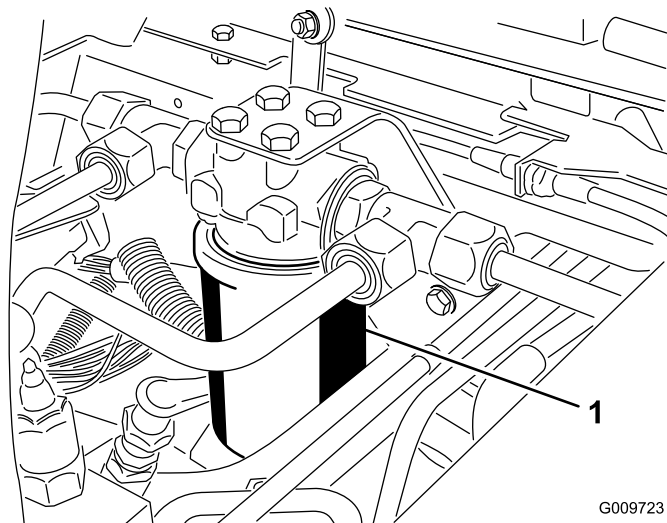
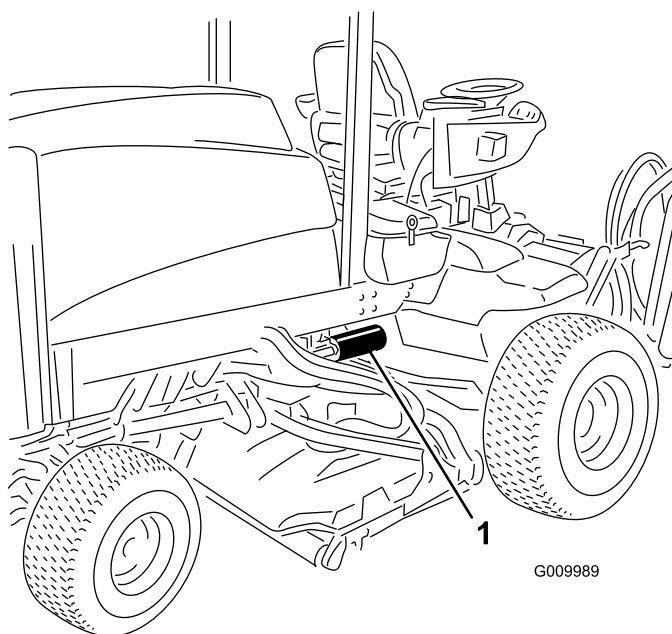

Figura 53
Figura 54
2. Limpe a zona em torno da montagem do filtro. Coloque um recipiente de escoamento debaixo do filtro e retire o filtro (Figura 53 e Figura 54).